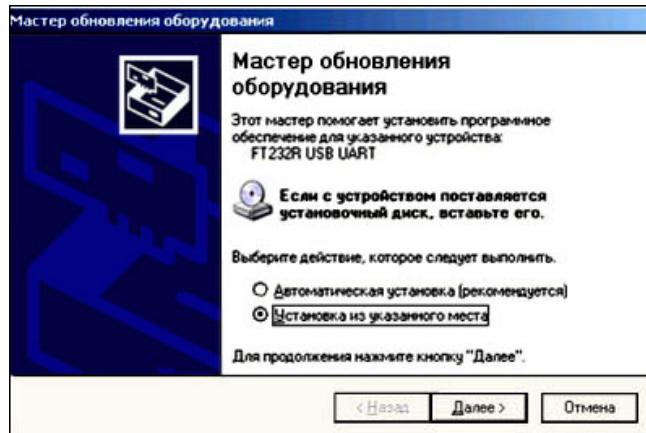

Рис. 7. Установка драйвера из указанного места
3. Установите драйвер виртуального СОМ порта. Драйвера находятся в папке «C:\arduino\drivers» и «C:\arduino\drivers\FTDI USB Drivers» (см. рис. 7, 8).